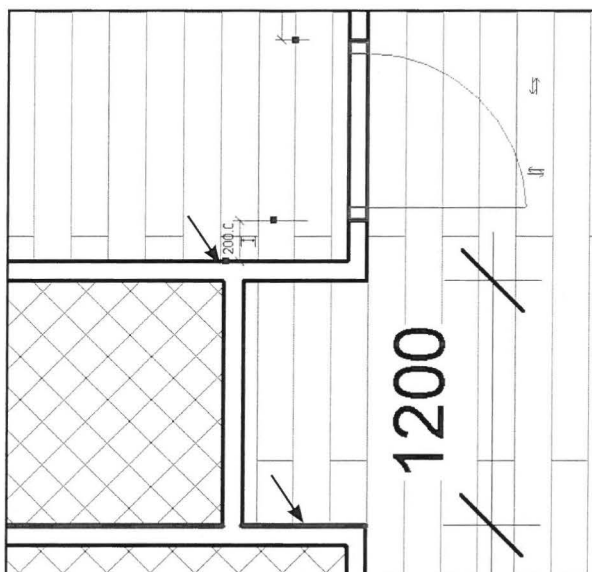

Fig. 08.07. Døren skal sidde 200 mm fra væggen til det lille rum.
- Klik og hold musen nede for enden af målkæden, hvor den lille blå firkant/cirkel forekommer (Fig. 08.07).
- Før nu musen hen til den nye placering af målkæden. Når musen "snapper" til en linien (når den bliver lilla) Slippes museknappen og målkæden er nu placeret i forhold til et nyt punkt (Fig. 08.07).